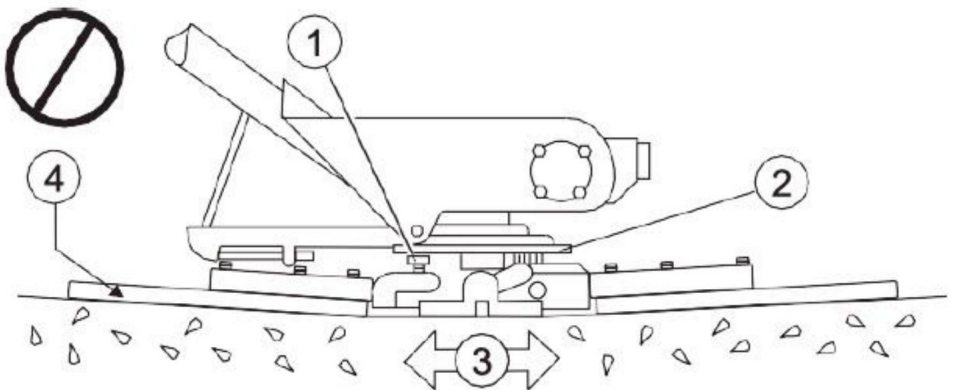

FIG.17
13.2.2 Inclinez les pales aussi à plat que possible. Les boulons de réglage doivent tous entrer à peine en contact avec la plaque d'usure inférieure de la boîte à araignée. Si l'on ne prend pas contact, un ajustement sera nécessaire. (FIG.17,FIG.4).
La FIG. 17 illustre un « alignement incorrect », des bagues d'araignée usées ou pliées.